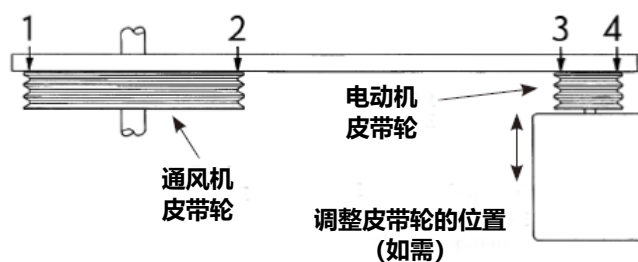

图 28 - 皮带轮的调整 and 检查
8. 作为最终检查, 在皮带轮和皮带轮之间放置直尺, 应有四个接触点 (见图28)。必要时调整电动机皮带轮的位置。